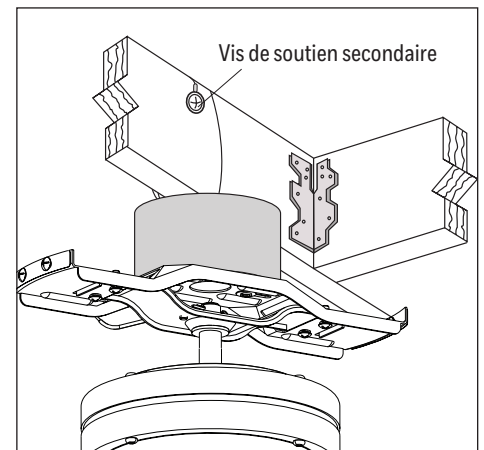

Figure 3.3
3. Serrez la vis de soutien secondaire de façon à fixer le câble tressé (Figure 3.3).